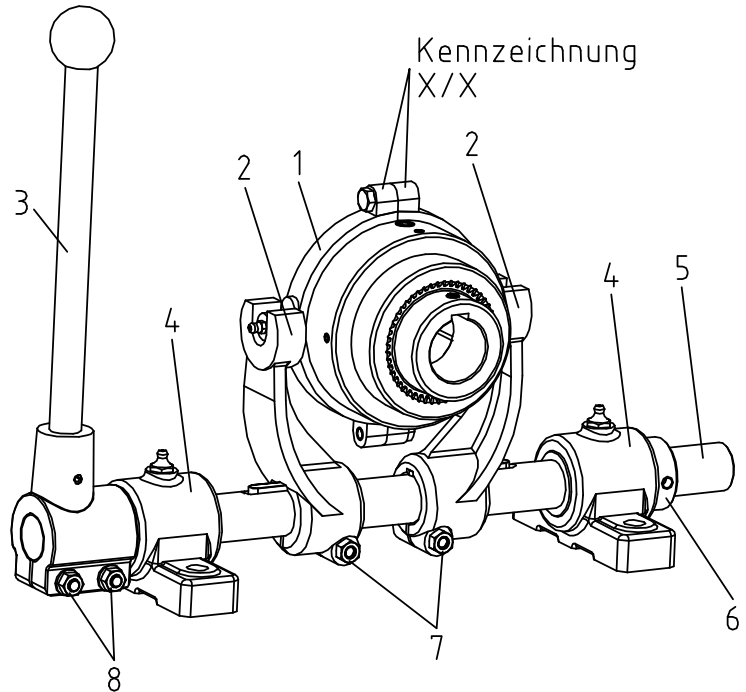

Bild 12: BoWex® SD mit Schaltgestänge
- Vor Montage Schleifring (Bauteil 1, Bild 12) prüfen, ob Schmiernippel/Staufferbuchse sowie Beschädigungen vorhanden sind.
- Schaltzapfen/Schleifring in die Schaltgabeln (Bauteil 2, Bild 12) einsetzen.
- Schaltwelle über Klemmstück, Schalthebel und Klemmring (Bauteil 6, Bild 12) axial sichern.